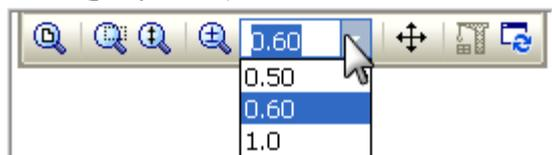

Рисунок 4. Выбор коэффициента масштабирования
17. Щелчком мыши активизируйте поле **Текущий масштаб** на панели **Вид** (рисунок 4).